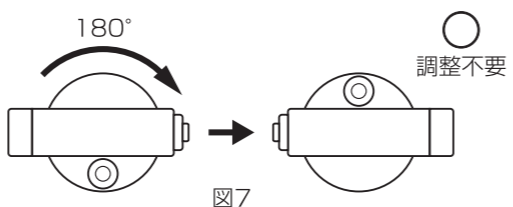

図7
- 気泡がサークルの中心に来るように置き、本体を180°回転させます。この時、気泡がサークルの中心にあれば(図7)調整の必要はありません。